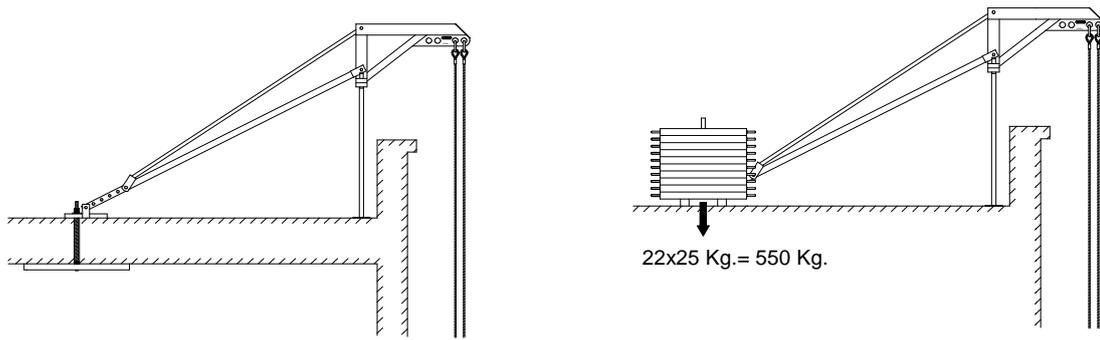

Fig. 2-2 Pescante
- Fijación por perforación del suelo (ver Fig. 2-2 izquierda): previamente hay que realizar en el piso un orificio que dé paso a la varilla roscada del Anclaje para Pescante PA500 ref. 002.0100/2, todo lo cual se fija al extremo del Pescante mediante una arandela, una tuerca y una contratuerca.